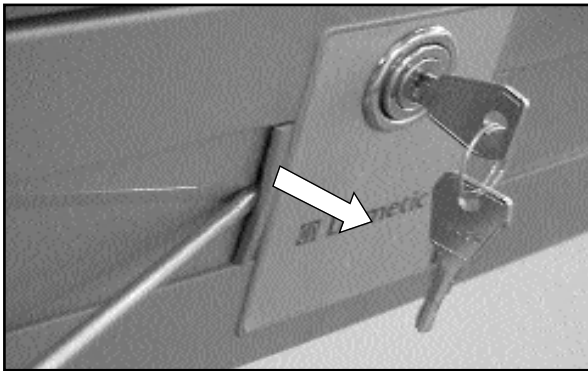

Figure 12.
11.1. Montage de la poignée de porte (Fig. 12 à 13)